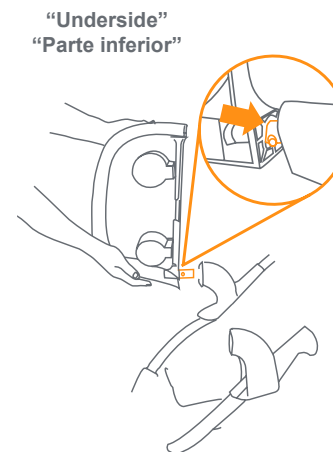
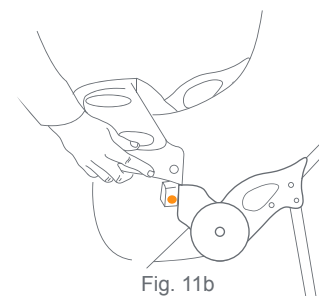

Fig. 11a
Fig. 11b
- 11) • To attach the child tray:** Push the angled tray onto the post at the end of the right armrest, while pressing downward on the snap button, until locked into place (Fig. 11a). Rotate the tray downward until latched onto the left armrest. Please check that the snap button comes through and securely latches the tray in place (Fig. 11b).
- **Para colocar la bandeja para niños:** Verifique que el gancho de la bandeja se trabe correctamente (Fig. 11a). Empuje la bandeja angulada dentro del poste que está en el extremo del apoyabrazos derecho mientras oprime el botón a presión hasta que se trabe. Gire la bandeja hacia abajo hasta que se sujete bien en el apoyabrazos izquierdo. Por favor, verifique que el botón a presión atraviese por completo y trabe la bandeja de manera segura (Fig. 11b).